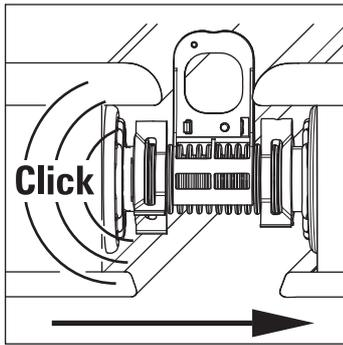

Figure 3-28 Glissez ensemble les capteurs solaires plats
8. Glissez le capteur suivant jusqu'à la butée sur le dernier capteur monté (Figure 3-28). Vous devez entendre les pinces de fixation s'encliquer. L'écartement entre les capteurs s'effectue automatiquement grâce à la longueur des compensateurs sur les supports de montage installés.